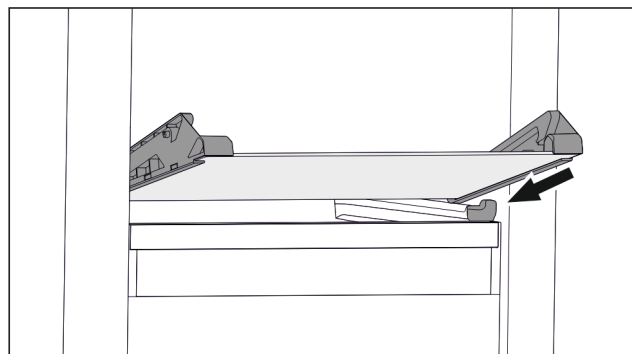

Fig. 93 Skleněná deska odklápěcí zásuvky
- ▶ Nasadte skleněnou desku šikmo za zarážky. (viz Fig. 93)